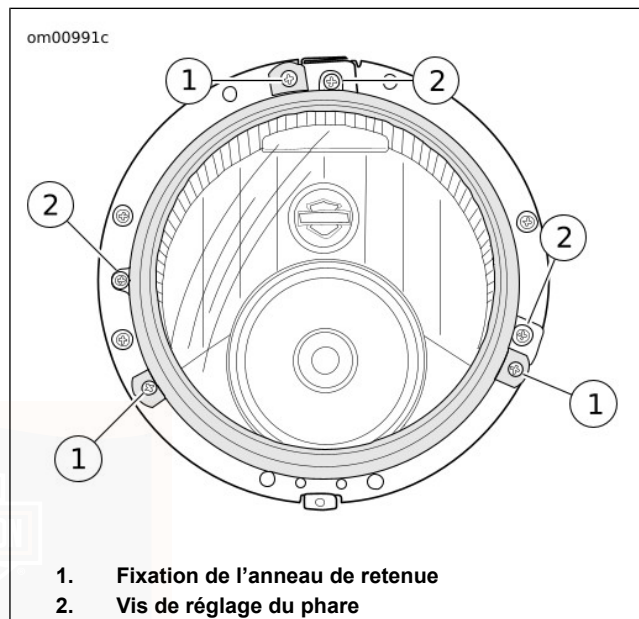

Figure 73. Anneau de retenue du phare
3. Voir Figure 73. Retirer les vis (1) d'attache de l'anneau de retenue.